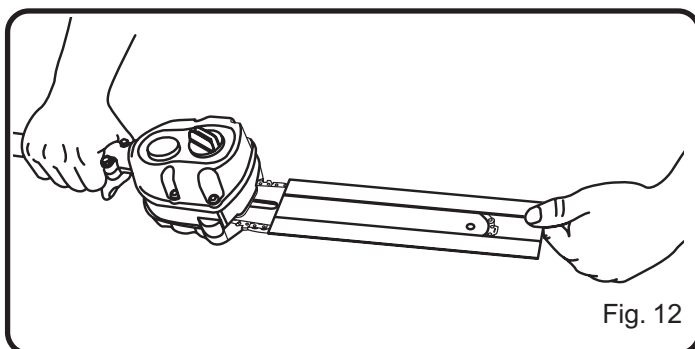

Fig. 12
- Laisser le moteur refroidir avant de remettre l'outil. Toujours placer le fourreau sur le guide lors du transport ou du remisage de l'élagueuse. Le fourreau est très ajusté et il doit être installé avec la plus grande prudence, car les dents de la chaîne sont tranchantes. Pour ce faire, saisir le fourreau en son milieu et l'enfiler avec prudence sur la chaîne. Veiller à ne pas se couper sur les dents de la chaîne. Voir la figure 12.